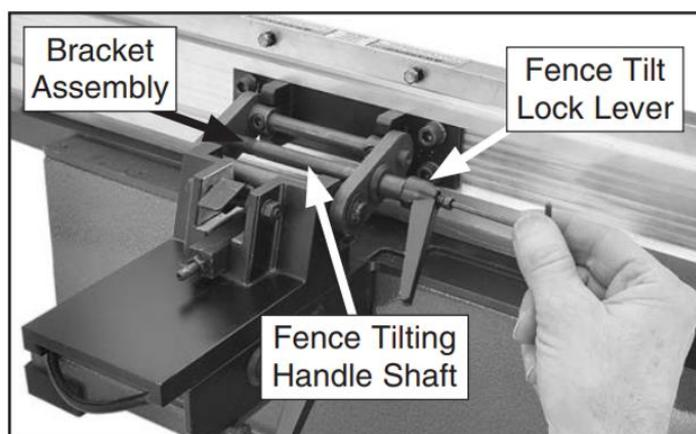

Рисунок 15. Установка фиксатора наклона параллельного упора.
6. Установите фиксатор наклона параллельного упора, продев стержень рукоятки в кронштейн в сборе (см. рисунок 15).